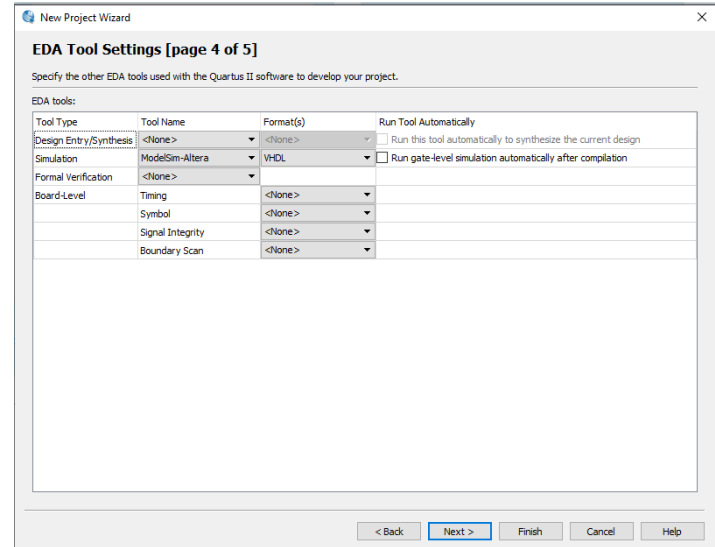

Figura 6
4. En el siguiente recuadro no vamos a cambiar nada así que solo presionamos *Next*. Ver Figura 6.